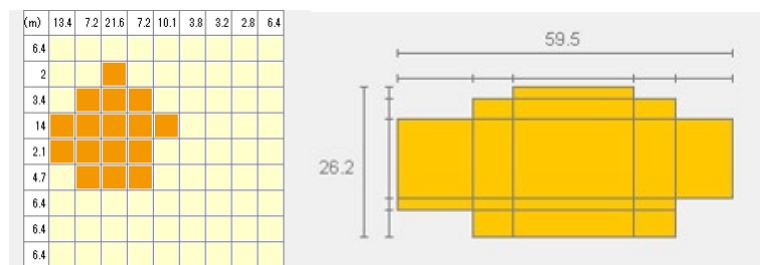

図 1.3.2.3 曲面を有する外壁の入力手順②
③ 図 1.3.2.2 の図面に示す線(★2)を図 1.3.1.8(左)に補助線として追加します。
④ △にしたいセルは 1 つに結合した後に三角形に変形します。※△は外壁のみ対応出来ます。内壁を斜めには出来ません。